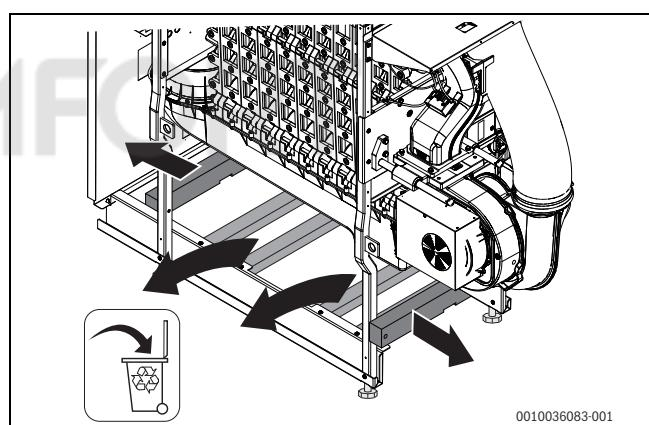

Рис. 17 Удаление транспортных поддонон (примерное изображение)
- Удалите 4 транспортных поддона между балками (→Рис. 17).
- Удалите переднюю и заднюю поперечные балки с рамы котла (→Рис. 17).